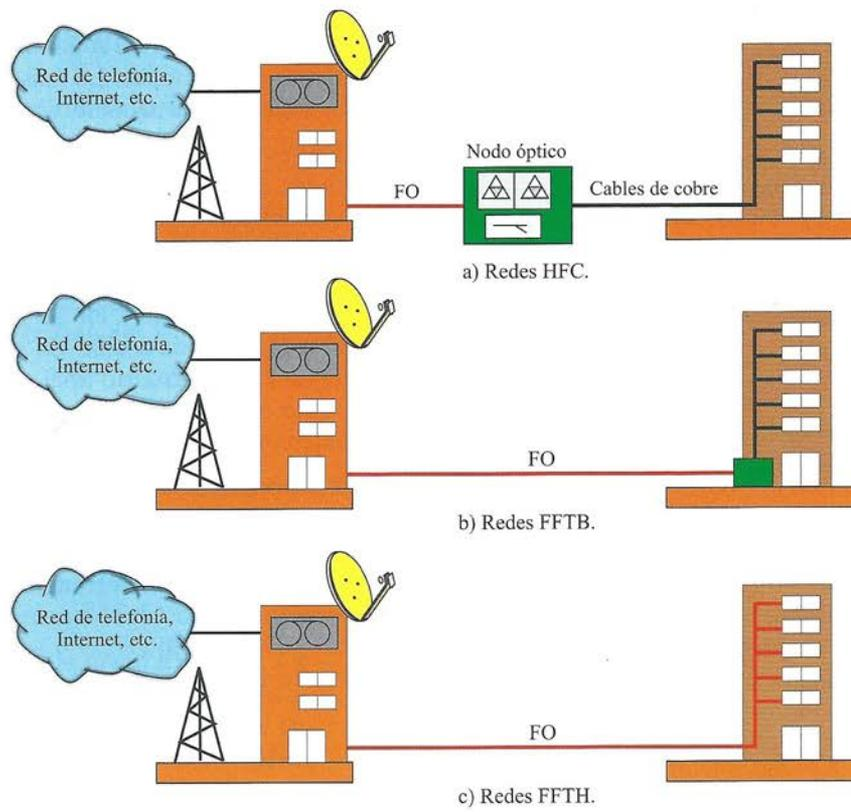

Figura 6.3. Estructura simplificada de las redes de acceso de fibra óptica.
- **Fibra óptica.** A diferencia de las redes HFC (Figura 6.3.a), las redes de fibra óptica proporcionan el máximo ancho de banda mediante fibra óptica hasta el abonado. Las dos tecnologías principales son las siguientes:
- **FTTB (fibra hasta el edificio).** En esta tecnología (Figura 6.3.b) la fibra normalmente termina en un punto de distribución intermedio en el interior o en las inmediaciones del edificio de los abonados. Desde este punto de distribución intermedio, se accede a las viviendas de los abonados finales del edificio mediante par de cobre o cables de pares trenzados.
- **FTTH (fibra hasta el hogar).** Esta tecnología, tal y como se muestra en la Figura 6.3.c, se basa